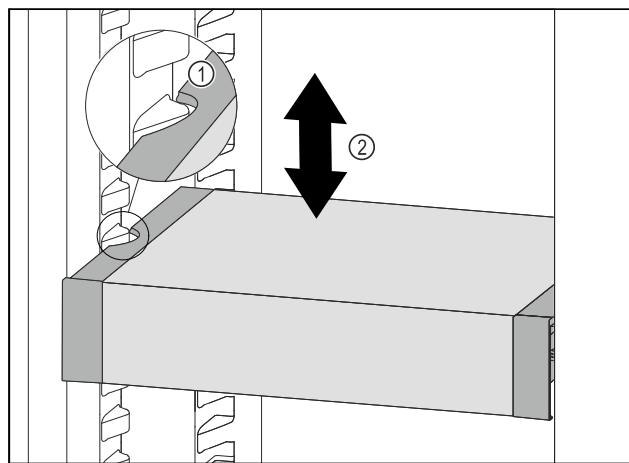

Fig. 179
- Тяните VarioSafe вперед, пока боковые выемки VarioSafe не окажутся на высоте выступа резервуара в холодильном отделении. Fig. 179 (1)
- ▶ Двигайте VarioSafe в холодильном отделении вверх или вниз, пока не будет достигнута требуемая высота. *Fig. 179 (2)*